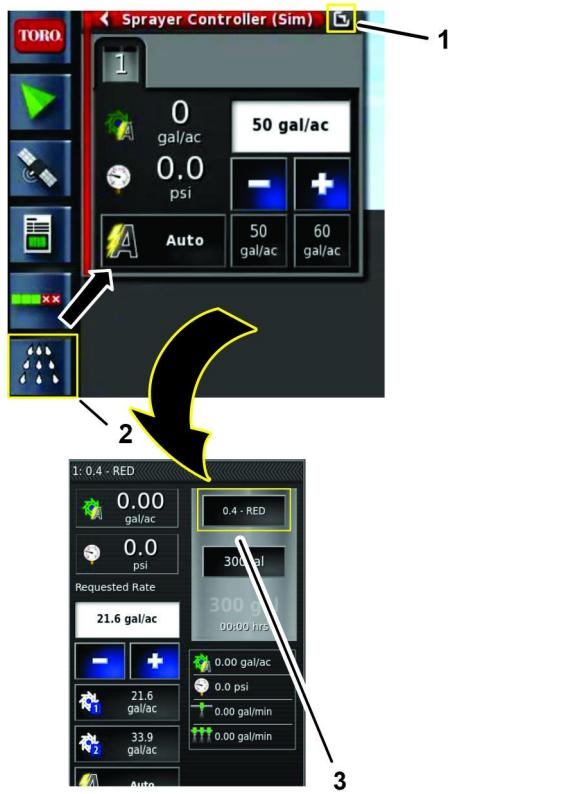

Figura 156
- Premete l'icona CONTROLLER DELL'IRRORATRICE e premete l'icona Espansione della vista nel pannello del controller dell'irroratrice (Figura 156).